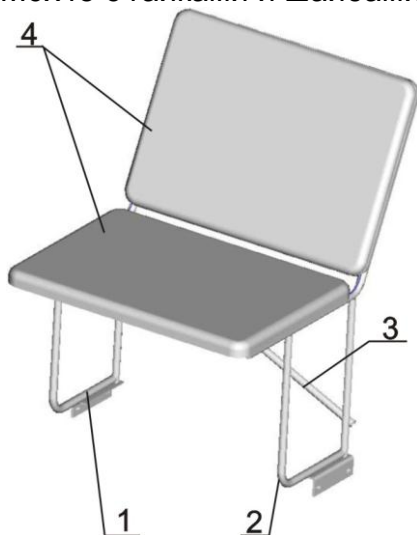

Рис. 3
- собрать сиденье оператора согласно рис. 3. Подушки 4 прикрепить к основаниям правому 1 и левому 2 гайками М6 с шайбами. Распорку 3 прикрепить болтами М6х45 с гайками и шайбами;
- установить основание 1 и 2 (рис.3) на шасси как показано на рис.1 и закрепить болтами М8х45 (4 шт.) поз. 10 с гайками и шайбами;